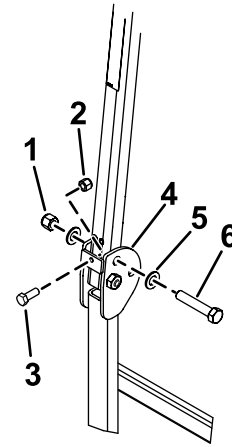

Figure 9
3. Placez une rondelle (13/16" x 1 1/2") sur chaque boulon (3/4" x 4"), comme montré à la Figure 9.
4. Placez les boulons et rondelles dans les trous occupés précédemment par les axes (Figure 9).
5. Placez une autre rondelle sur chaque boulon et fixez le tout avec des écrous (3/4"), comme montré à la Figure 9. Serrez les écrous à un couple de 323 à 396 N·m.
6. Insérez un boulon (3/8"-16 x 1" ou 1 1/4") assorti d'un écrou de blocage (les boulons et les écrous de blocage ne sont pas fournis) dans la plaque fileté de chaque côté de la partie inférieure de l'arceau de sécurité, au niveau de la charnière (Figure 9). Serrez le boulon jusqu'à ce qu'il soit contre le tube supérieur de l'arceau de sécurité, puis serrez l'écrou de blocage.
7. Serrez le boulon de pivot du ROPS (Figure 9) à un couple de 91 à 113 N·m pour empêcher l'arceau de sécurité et le pare-soleil de rebondir.